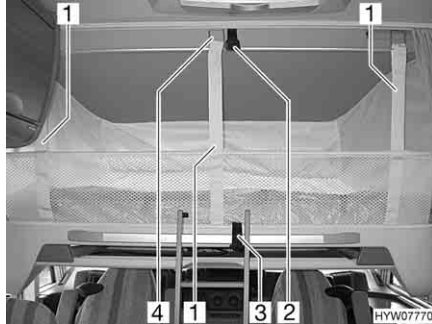

Fig. 97 Letto basculante con rete protettiva montata
- Staccare la cintura di ritegno (Fig. 97,3).
- Staccare le cinture di ritegno (Fig. 97,1) e sistemare la rete protettiva sotto il materasso.
- Assicurare il letto basculante al soffitto (Fig. 97,2) mediante la cintura di ritegno (Fig. 97,3).
- Agganciare la cintura di ritegno (Fig. 97,1) ai ganci (Fig. 97,4) del soffitto.